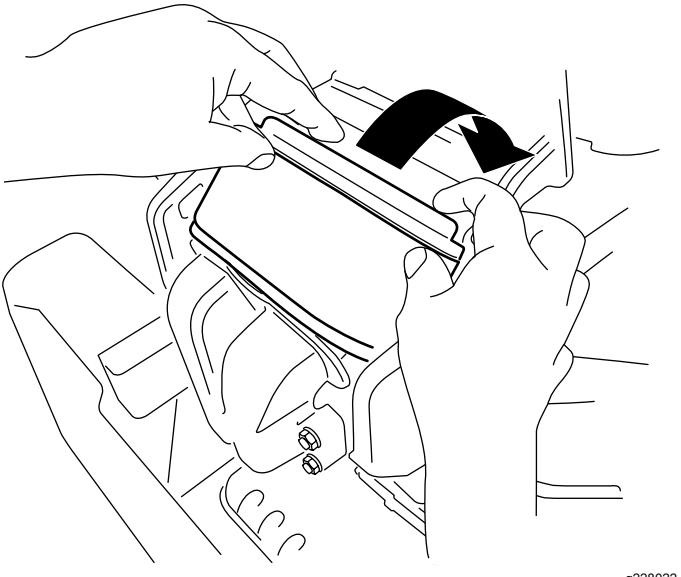

Bild 47
- Drehen Sie den Filter nach unten in die Kammer und führen ihn vollständig gegen den Verteiler ein (Bild 47).